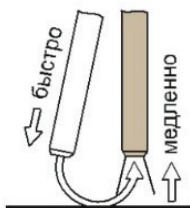

Рис. 1
- Держа сварочную маску перед лицом, чиркните электродом по поверхности свариваемой детали (как при зажигании спичкой). Данный метод наиболее продуктивный для зажигания сварочной дуги (рис. 1).